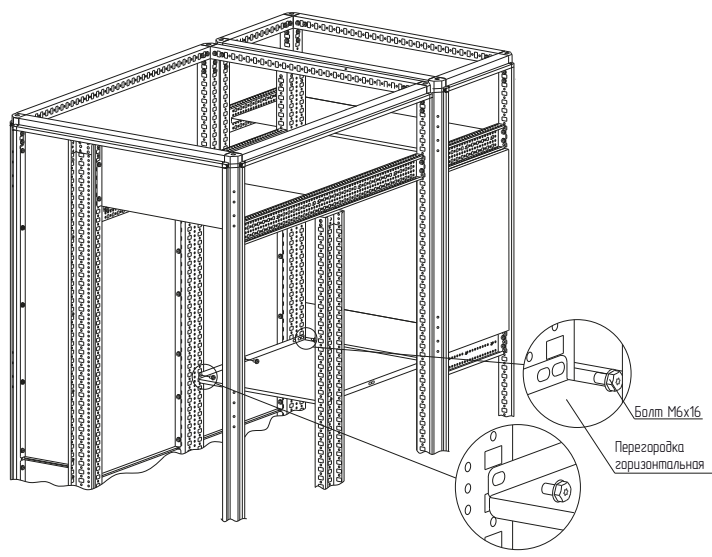

Рисунок 3
– вариант 3. Расположить перегородку горизонтальную между стойками дополнительными вертикальными на нужной высоте каркаса и закрепить болтами самонарезающими М6×16 (рисунок 3). Момент затяжки – 7 Н·м. Болты приобрести отдельно.